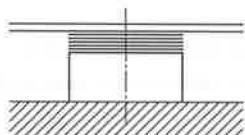
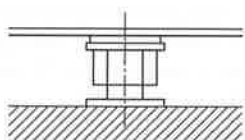

fig.6: Rondelle di compensazione sulla superficie del basamento
fig.7: Viti di regolazione sulla superficie del basamento
- Su ogni foro vite sulla superficie del basamento applicare rondelle di compensazione (circa 20–25 mm di spessore) (vedi fig. 6). In alternativa è possibile impiegare anche viti di regolazione (vedi fig. 7).